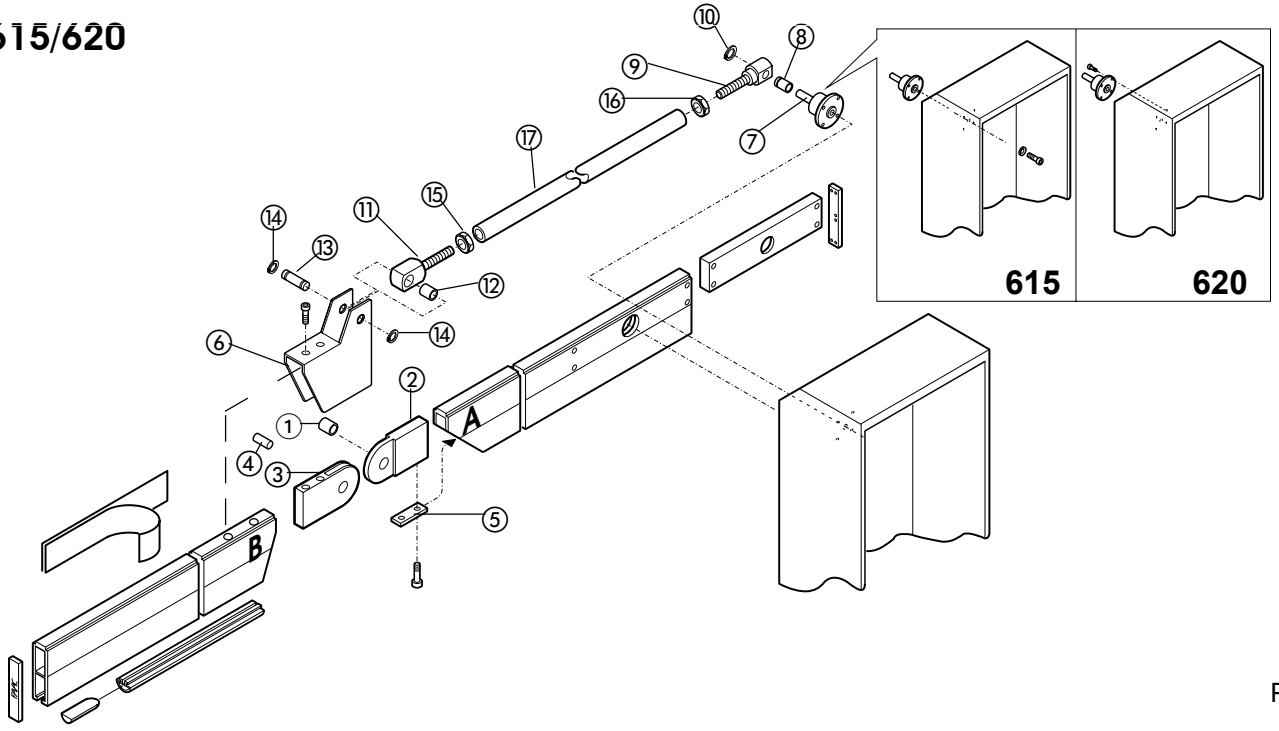

Рис. 5
- 3) Вставьте втулку ① в элемент ② и соедините с элементом ③ с помощью штифта ④ см. рис. 5
- 4) Вставьте собранный элемент в обе части стрелы и установите элементы ⑤ и ⑥, используя винты из комплекта рис. 5.
- 5) Установите суппорт ⑦ на корпус шлагбаума см. рис. 5.
- 6) Установите втулку ⑧ и шпильку ⑨ на суппорт ⑦ и закрепите стопорным кольцом рис. 5.
- 7) Вставьте шпильку ⑪ со втулкой ⑫ на элемент ⑥ и закрепите с помощью штифта ⑬ и стопорных колец ⑭.
- 8) Закрутите гайки ⑮ и ⑯ на шпильки ⑨ и ⑪.